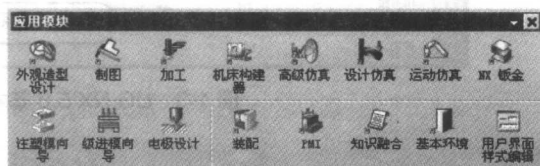

图 1-5 【应用程序】工具栏
- 单击【应用程序】工具栏中的一个功能模块按钮,可直接进入相应的功能模块,如图 1-5 所示。